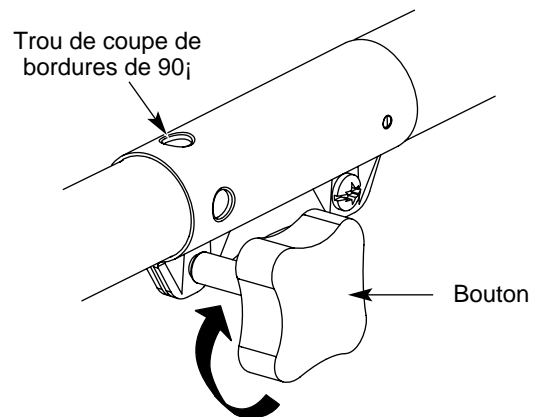

Fig. 26
3. Serrez le bouton en le tournant ^ droite (Fig. 26).
Pour couper les bordures ^ IOaide de la tŽte d'accessoire de coupe sur les modŽle EZ-Link MC, verrouillez le bouton de dŽclenchement de l'accessoire de coupe dans le trou de 90j (Fig. 26).